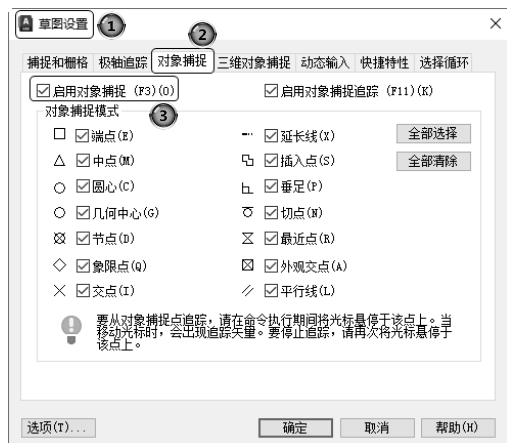

图 1-43 “对象捕捉”选项卡
在绘制图形的过程中，使用对象捕捉的频率非常高，如果每次在捕捉时都要先选择捕捉模式，将使工作效率大大降低。出于此种考虑，AutoCAD 提供了自动对象捕捉模式。如果启用自动捕捉功能，当光标距指定的捕捉点较近时，系统会自动精确地捕捉这些特征点，并显示相应的标记以及该捕捉的提示。①在“草图设置”对话框的②“对象捕捉”选项卡中③选中“启用对象捕捉”复选框，即可启用自动捕捉功能，如图 1-43 所示。